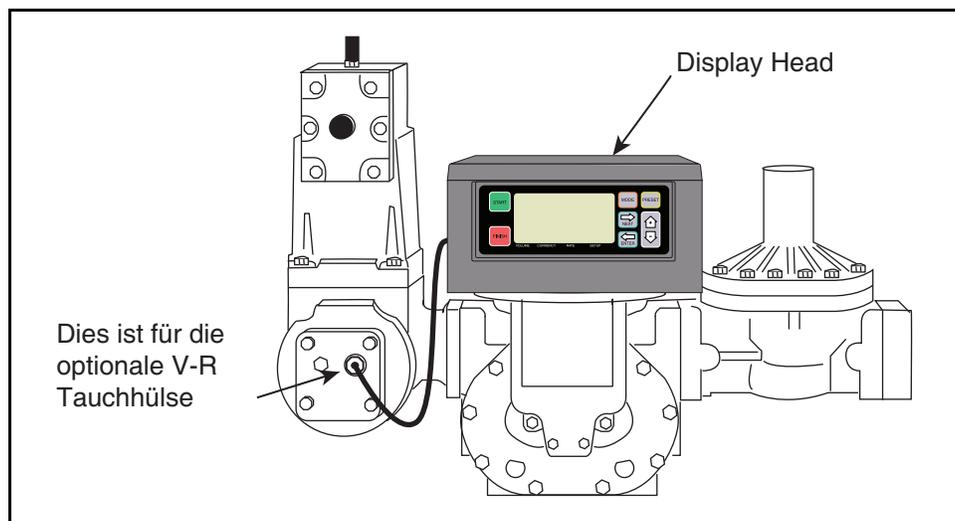

Abbildung 28. Installation einer Tauchhülse (Beispiel)
1. Suchen Sie die Tauchhülse im Dosiersystem (siehe Abbildung 28).